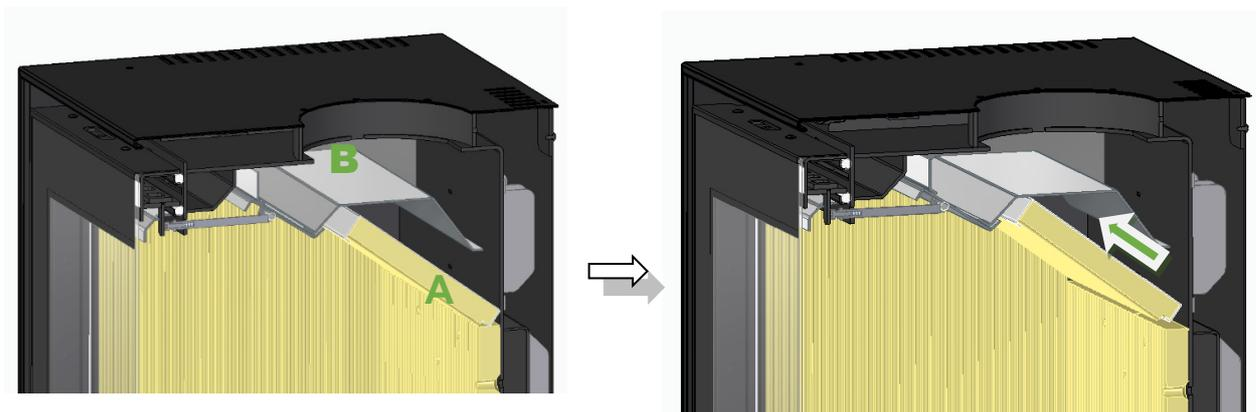
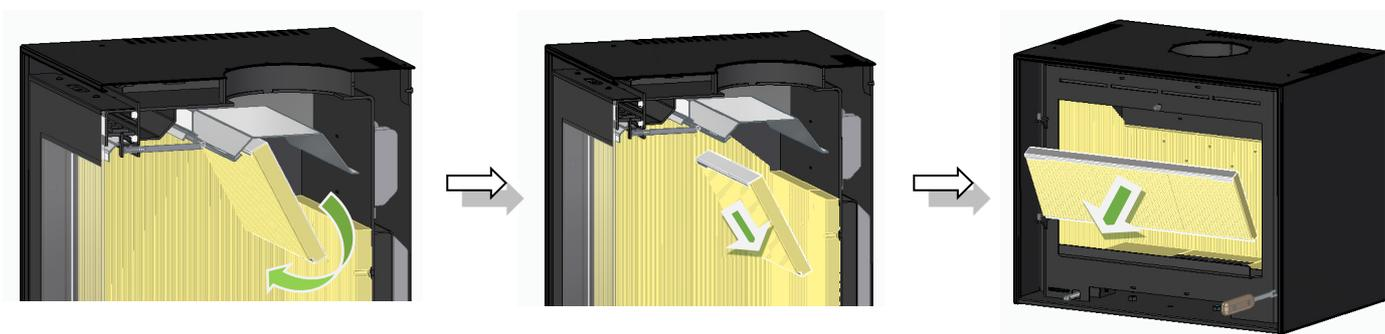

Figura 15 – Remoção da deflitora de fumos (A)
Figura 16 – Remoção da deflitora de fumos (A)
1. Abra a porta e retire o deflector de fumos (A). Para o fazer, coloque as suas mãos no deflector e desloque o deflector para cima, de seguida desloque a parte inferior do deflector para si e retire o deflector, ver Figura 15 e Figura 16.